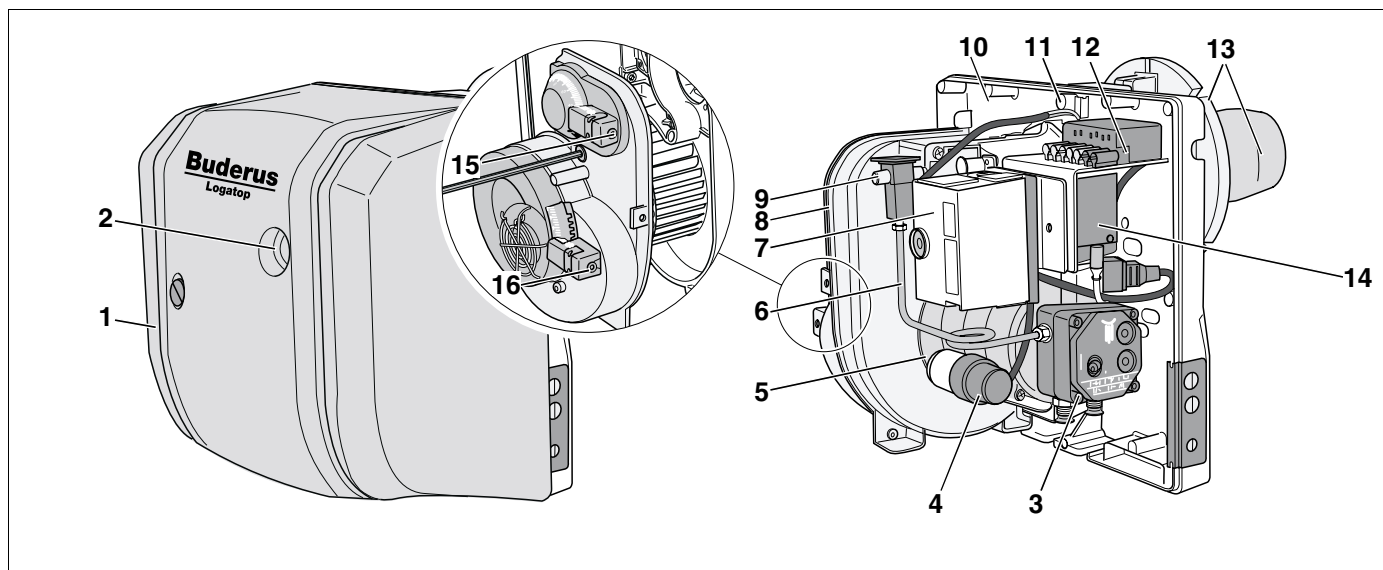

Fig. 1 Queimador Logatop LE-A 1.0 e 2.0 (com e sem cobertura de queimador)
- Cobertura do queimador (Fig. 1, **Item 1**)
- Botão de rearme com lâmpada indicadora de falhas (Fig. 1, **Item 2**)
- Bomba de gásóleo com válvula magnética (Fig. 1, **Item 3**)
- Condensador do motor (Fig. 1, **Item 4**)
- Motor do queimador (Fig. 1, **Item 5**)
- Tubagem de gásóleo sob pressão (Fig. 1, **Item 6**)
- Dispositivo automático de comando de combustão de gásóleo (Fig. 1, **Item 7**)
- Caixa do ventilador (Fig. 1, **Item 8**)
- Parafuso de ajuste para o disco regulador do ar (Fig. 1, **Item 9**)
- Placa de base (Fig. 1, **Item 10**)
- Parafuso de assistência (Fig. 1, **Item 11**)
- Tomada de ligação (Fig. 1, **Item 12**)
- Flange e tubo do queimador (Fig. 1, **Item 13**)
- Unidade de ignição e cabo de ignição (Fig. 1, **Item 14**)
- Parafuso de ajuste para regulação do ar (Fig. 1, **Item 15**)
- Parafuso de ajuste para admissão de ar (Fig. 1, **Item 16**)
- Prima o botão de rearme (Fig. 1, **Item 2**, Página 3) durante aprox. um segundo para iniciar o queimador.
- Arranque do queimador: Prima, após aprox. 50 segundos, a tecla de eliminação de avarias (Fig. 1, **Item 2**, Página 3) no dispositivo automático de comando de combustão do gasóleo para iniciar novamente o queimador.